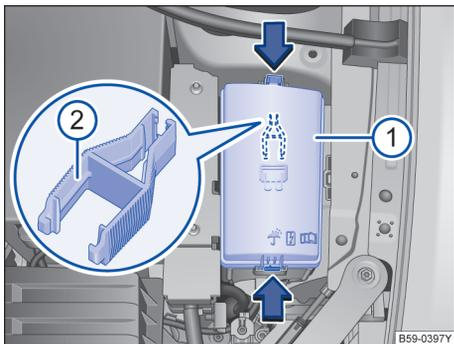

图 198 发动机舱内：保险丝盒盖板
- 沿箭头方向按压锁止按钮，以便将保险丝盒的盖板→图 198 解锁。
用来拔出保险丝的塑料夹钳→图 198  位于发动机舱保险丝盒盖板的内侧。